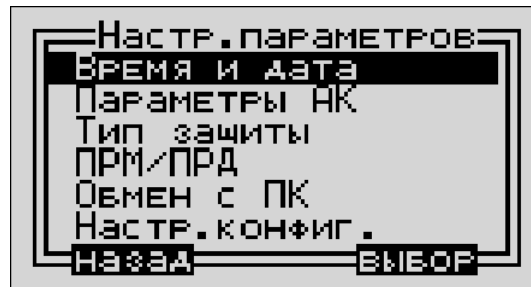

Рисунок 1.4
- в открывшемся окне (см. рисунок 1.4) клавишами  и  выбрать строку "ПАРАМЕТРЫ АК", нажать клавишу "ВЫБОР";
- в открывшемся окне (рисунок 1.4) клавишами ,  выбрать строку “ПАРАМЕТРЫ АК”, нажать клавишу “ВЫБОР”.